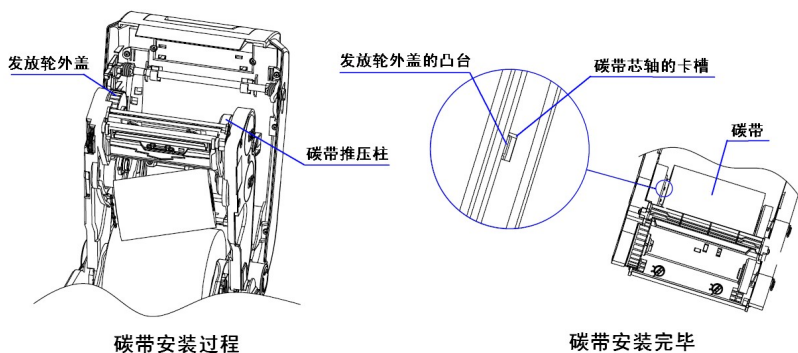
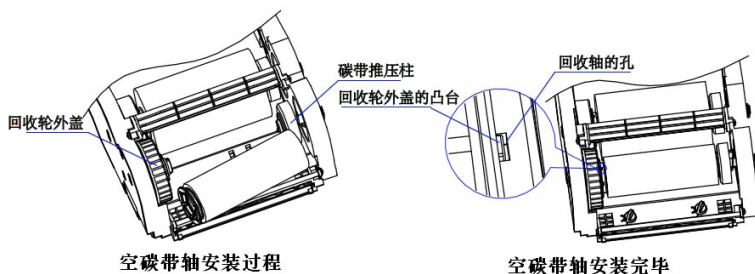

图 2.5.2
图 2.5.3
2) 将安装好的碳带组件一端推入碳带推压柱中，另一端推入碳带发送轮中，并旋转发放轮外盖，使发送轮外盖的凸台装配到碳带芯轴的卡槽内，碳带组件安装完毕（见图 2.5.2）；用同样的方法将空碳带轴组件安装至碳带回收轮组件。（见图 2.5.3）；